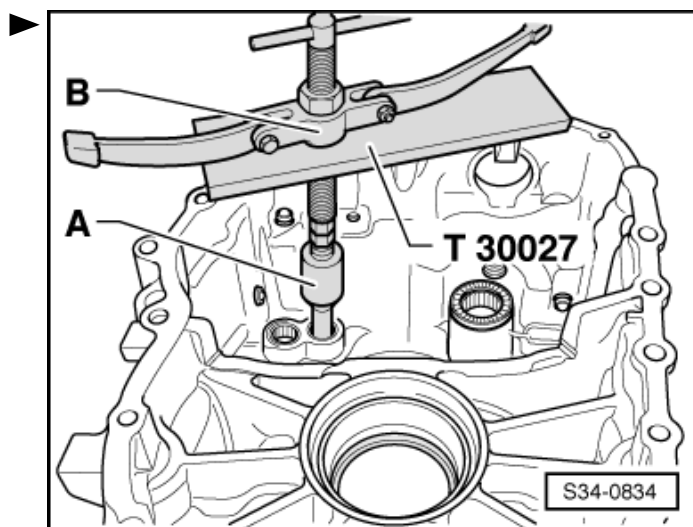

Abb. 7: Lagerbuchse für Schaltstange bis Werkzeuganschlag eintreiben
- ☐ Achse in Kupplungsgehäuse pressen ⇒ Abb. 7 in **34-8** Seite 5